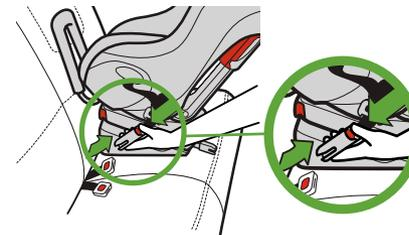

Figure 56
- Appuyez sur le bouton de déverrouillage rouge et maintenez-le enfoncé tout en tirant sur les connecteurs DUA, tel qu'illustré dans la **Figure 56**.